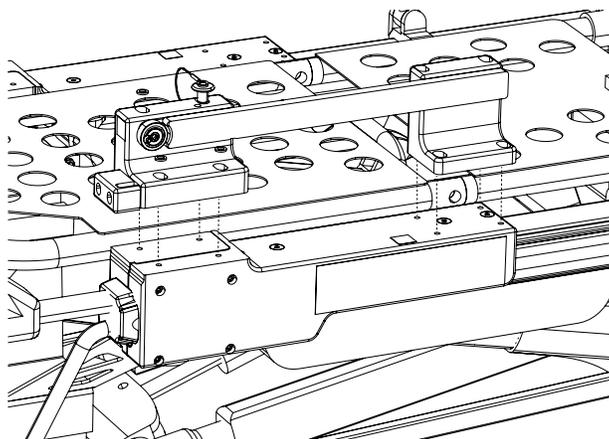

Figure 34: Position du Rail XTPA-PPXT sur le Bloc d'ancrage de rail XTPA-PPXT
2. Positionner le Rail XTPA-PPXT sur le Bloc d'ancrage de rail XTPA-PPXT, en s'assurant que les trous de vis soient alignés et que le rail soit orienté vers l'extérieur (Figure 34).